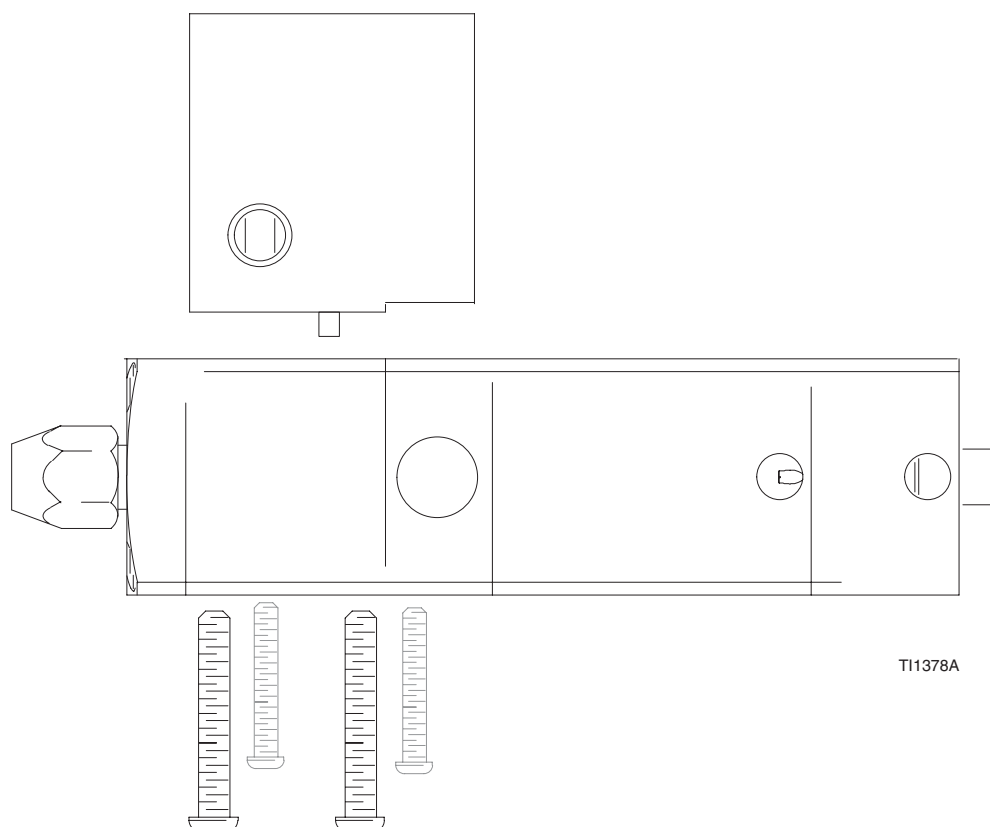

Fig. 8
3. Retire los 4 tornillos de cabeza hueca M-6 que conectan el cuerpo de la válvula al colector de entrada. (Vea la Fig. 8.)